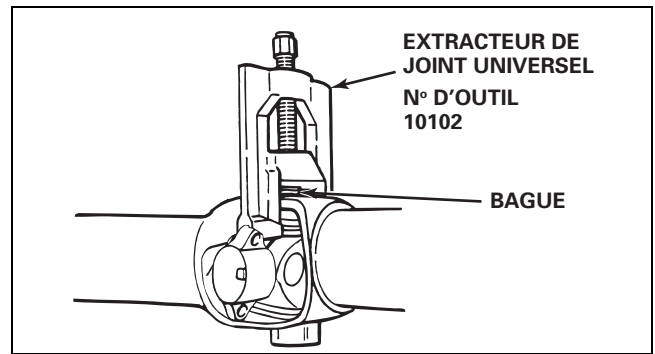

Figure 9
1. Positionner l'extracteur de joint universel (n° de pièce 10102) comme l'illustre la Figure 9.